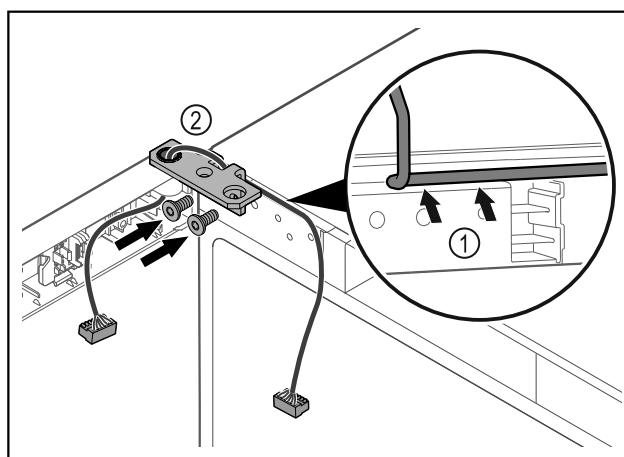

Fig. 44
- ▶ Sæt kablet gennem hængselvinklens udsparring, og træk det forsigtigt Fig. 44 (1).
- ▶ Skru hængselvinklen Fig. 44 (2) på.